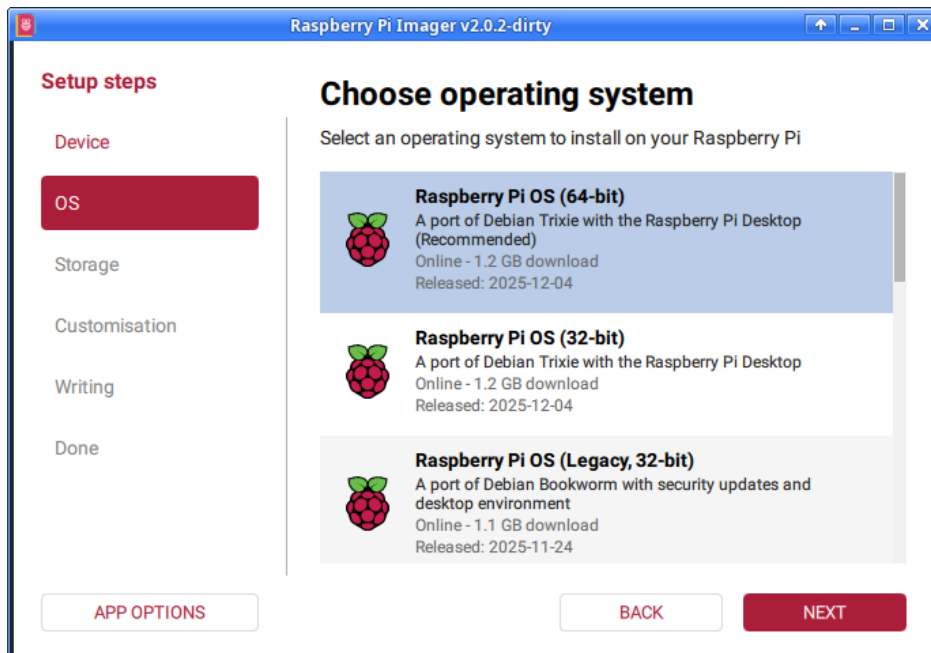

Figura 3: Seleccionar Sistema Operativo
- **Operating System:** Raspberry Pi OS (64-bit) (Figura 3)